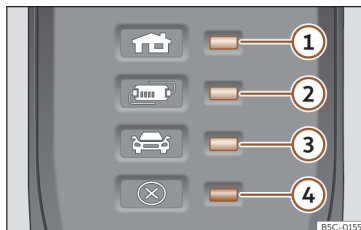

Fig. 62 En el cable de carga para tomas de corriente: Testigos de control en el dispositivo de protección.
>>> **fig. 62:**
>>> **fig. 62** hace que el conector de carga permanezca sin corriente hasta que se enchufa en la toma de carga del vehículo.
Uno o varios testigos de control >>> **fig. 62** ①, ② o ③ se iluminan en verde.
Indicación >>> fig. 62	Significado
①, ④ parpadean	El conector para la vivienda se ha calentado mucho.
②, ④ parpadean	El dispositivo de protección se ha calentado mucho.
Si el proceso de carga continúa con una corriente inferior, además del indicador de funcionamiento, parpadea el testigo de advertencia >>> **fig. 62** ④ en rojo.
- Si vuelve a producirse una desconexión o reducción de la corriente de carga y la causa no parece ser la exposición a una fuente de calor externa, fíjese en qué testigo de control verde parpadea >>> **fig. 62**. Para la comprobación del cable de carga, acuda a un concesionario especializado CUPRA o cualquier concesionario de la red SEAT. Para la comprobación de la conexión de la infraestructura, acuda a un establecimiento especializado en instalaciones eléctricas.
Si el testigo de advertencia ④ rojo parpadea o se enciende sin que se encienda a su vez de forma permanente un testigo de control >>> **fig. 62** ①, ② o ③ el indicador de funcionamiento, hay una avería.